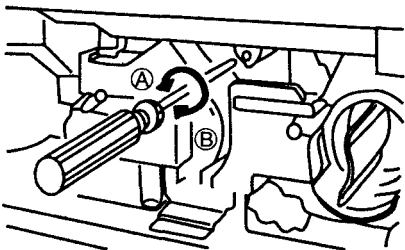

Рис. 9.89
2. Выполните регулировку положения ISIL (рис. 9.89):